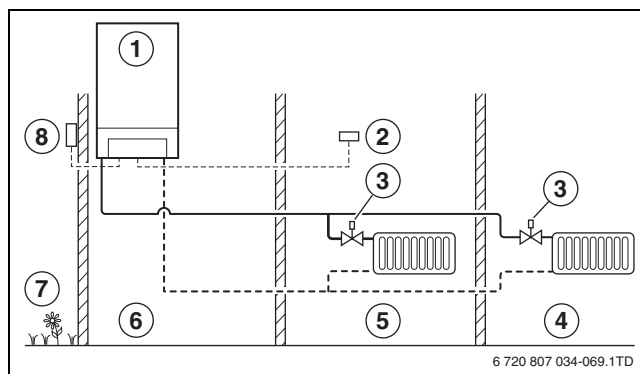

Bild 24 Reglerprincip för utetemperaturstyrd reglering
- Med väderleksstyrd reglering styrs temperaturen i alla rum av termostatstyrda radiatorventiler som monterats på radiatorerna. Regleringen kan installeras på valfri plats (→ bild 24).